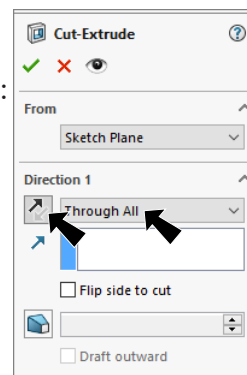

Fig. 13
Step 6. Dimension **diameter 6.5**, **Fig. 13**.